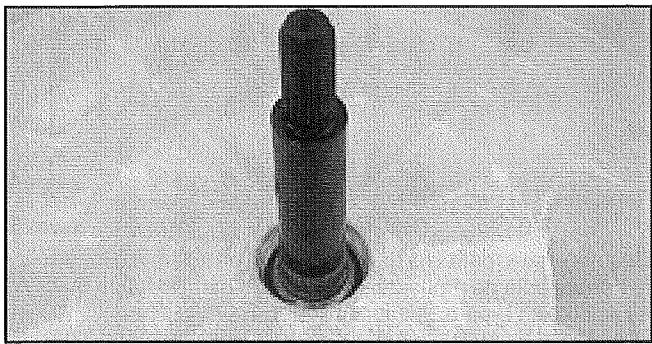

FIGURA 15
23. Instale en nuevo eje motriz (asegúrese de que la manga de desgaste esté apoyada sobre el rodamiento superior). Vea la *Figura 15*.